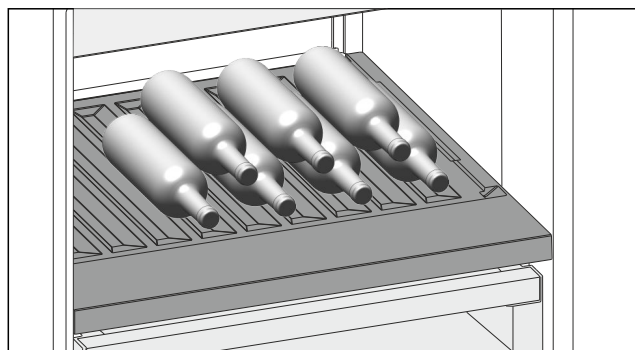

Fig. 210 Примерное изображение
- ▶ Бутылки укладывайте дном к задней стенке. (см. Fig. 210)